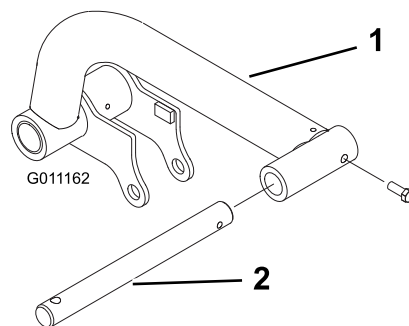

Bild 14
- Setzen Sie eine Gelenkstange in jeden Hubarm ein und fluchten Sie die Befestigungslöcher aus (Bild 14).